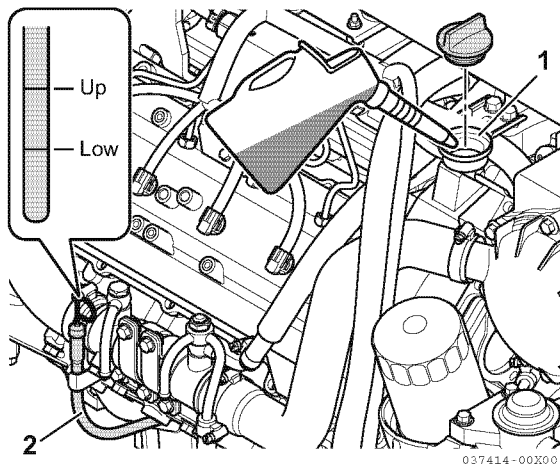

Abbildung 5
2. Den Pegelstab herausnehmen (2, **Abbildung 5**) und mit einem sauberen Lappen abwischen.
1. Den gelben Deckel vom Ölfüllstutzen abnehmen (1, **Abbildung 5**) und Motoröl einfüllen.
2. Öl bis zur oberen Markierung am Pegelstab (2, **Abbildung 5**) einfüllen.